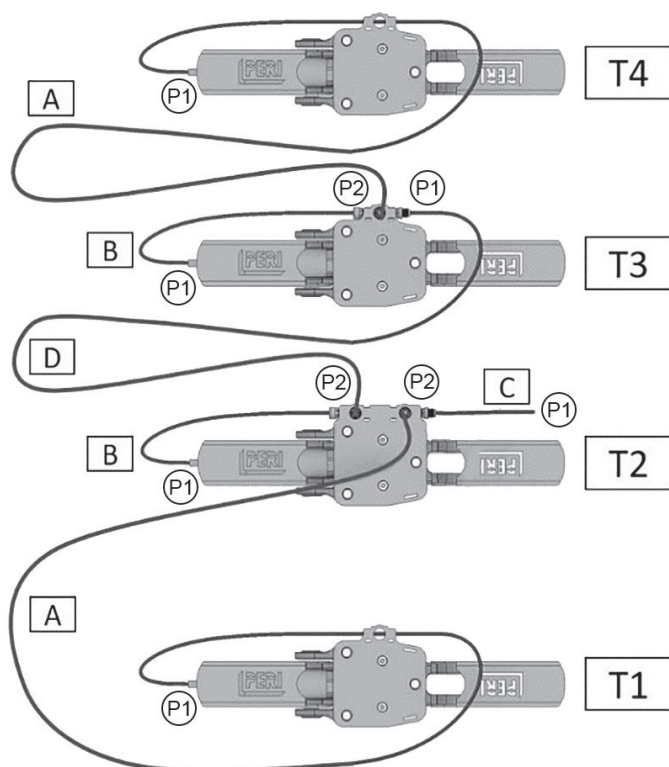

Fig. 09 Gruppo sensore
4. Collegare i sensori tra di loro come indicato nella Fig. 09.